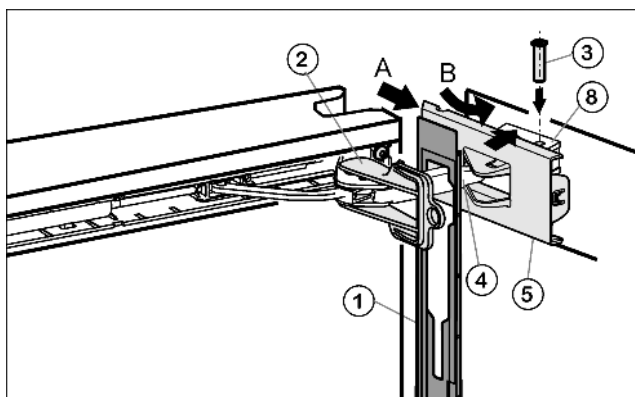

Fig. 16
- ▶ Навесьте накладку *Fig. 16 (1)* на амортизационную скобу *Fig. 16 (4)* таким образом, чтобы передние защелки показывали во внутрь, а передняя сторона была направлена к устройству.
- ▶ Отодвиньте (A) крышку *Fig. 16 (5)* снаружи и поверните (B) через опорную деталь *Fig. 16 (8)*.
- ▶ Установите крышку *Fig. 16 (5)* и защелкните ее до первого фиксатора.
- ▶ Притяните амортизационную скобу *Fig. 16 (4)* опорной детали и сверху вставьте палец *Fig. 16 (3)* таким образом, чтобы квадратная головка сидела в углублении.
- ▶ Теперь полностью защелкните крышку *Fig. 16 (5)* на опорной детали *Fig. 16 (8)*.
- ▶ Выкрутите фиксатор *Fig. 16 (2)*.
- ▶ Надвиньте и защелкните накладку *Fig. 16 (1)* на дверце.